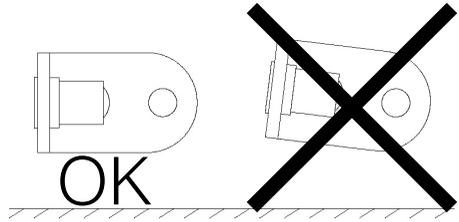

Fig. 73
- Fissare la piastrina a muro mediante la vite AF fornita nel KIT avvitandola nel tassello precedentemente introdotto nel muro. Prestare particolarmente attenzione all'allineamento della piastrina, la mensola deve essere perfettamente perpendicolare al pavimento. (Fig. 73)